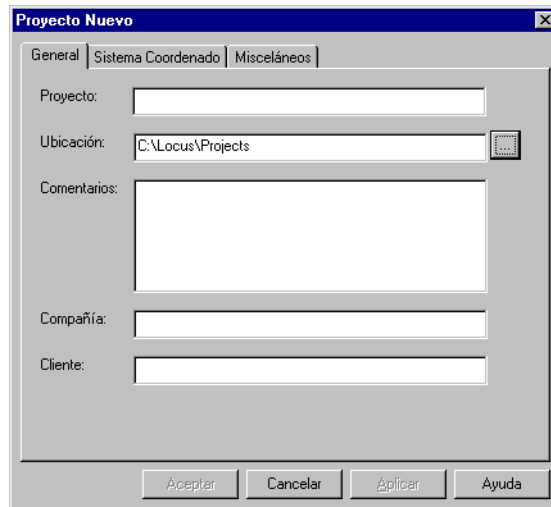

Figura 3.2. Cuadro de Diálogo Proyecto Nuevo
2. Haga click en **Crear un nuevo proyecto**. Se abre el cuadro de diálogo **Proyecto Nuevo**, como se muestra en la Figura 3.2.